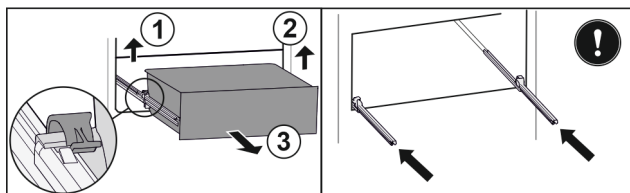

Fig. 149
- ▶ Nadvihnite ľavú svorku a súčasne ťahajte zásuvku vľavo dopredu. Fig. 149 (1)
- ▶ Nadvihnite pravú svorku a súčasne ťahajte zásuvku vpravo dopredu. Fig. 149 (2)
- ▶ Odoberte zásuvku dopredu. Fig. 149 (3)